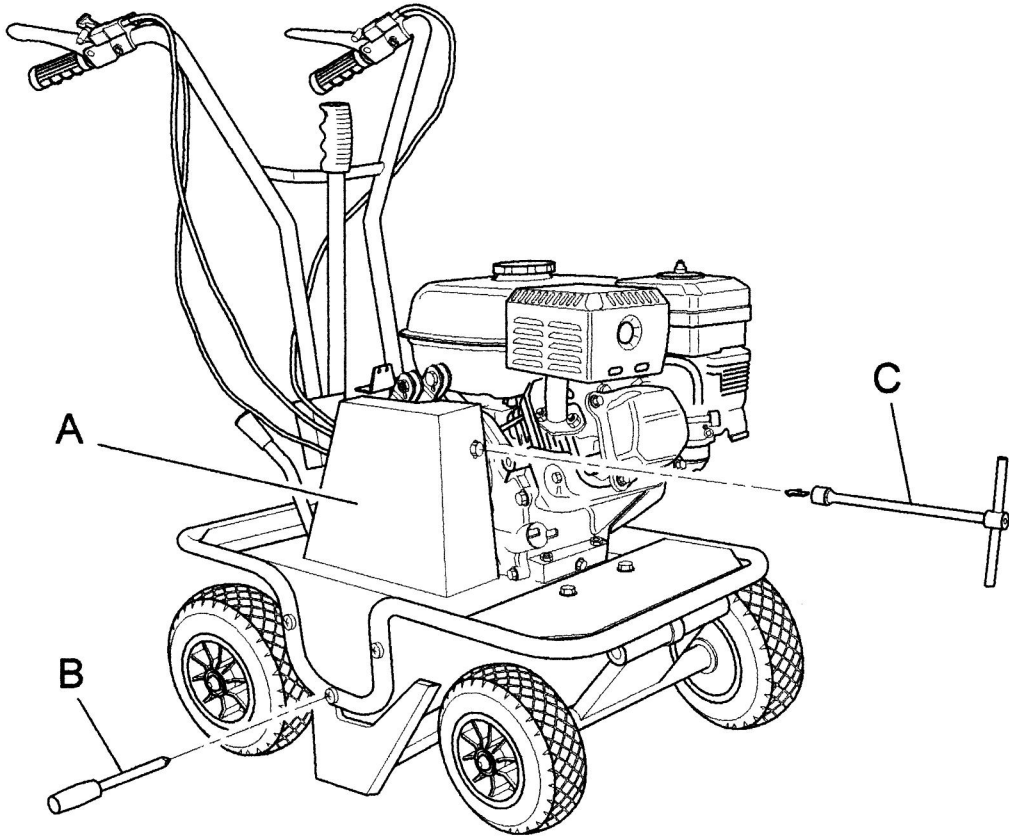

Figure 6
- enlever la protection en métal (Fig. 6 Réf. A), en dévissant et en enlevant les vis indiquées sur la figure 6 réf. B et C.